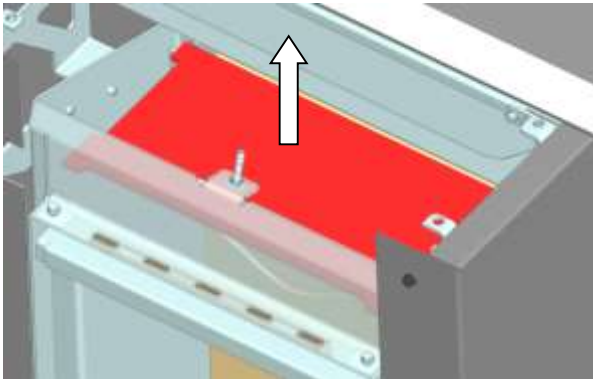

Abb. 42: Entnahme obere Umlenkplatte
1. Obere Umlenkplatte anheben und entfernen (Abb. 42).